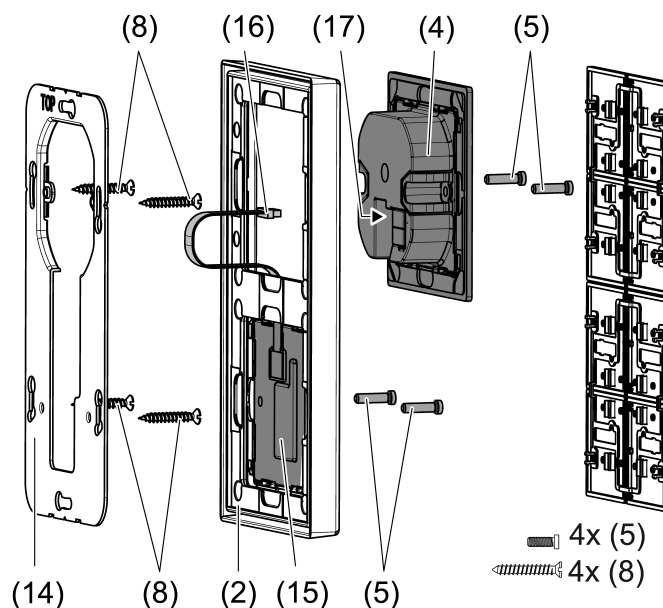

Figure 2: Montage avec module d'extension pour touche sensorielle
Pour l'utilisation du module d'extension pour touche sensorielle (voir figure 2) : montage vertical recommandé. Utiliser une grande bague support (14). Lors du montage, n'utiliser les vis inférieures sur le panneau qu'avec un boîtier d'appareillage, par ex. avec un perçage de 6 x10 mm de diamètre, utiliser la bague support comme gabarit.
- Monter la bague support (1) ou (14) dans la bonne position sur un boîtier d'appareillage. Marquage **TOP** = vers le haut. Marquage A ou B vers l'avant. Utiliser des vis pour boîtes (8) (voir accessoires).
- Placer le cadre (2) sur la bague support.
- Monter le module d'extension pour touche sensorielle (15) de préférence sous le module de base. Faire passer le câble de raccordement (16) entre la bague support et l'entretoise.
- Module d'extension pour touche sensorielle : raccorder le câble de raccordement (16) dans la bonne position sur l'emplacement (17) du module touche sensorielle. Ne pas écraser le câble de raccordement (voir figure 2).
- Raccorder le module touche sensorielle (4) à la borne de raccordement KNX (7) du système KNX et le placer sur la bague support.
- Fixer le(s) module(s) capteur(s) tactile(s) en option sur l'anneau de support avec des vis en plastique (5) (voir accessoires) Serrer légèrement les vis en matière plastique.
- Avant le montage des boutons (6), programmer l'adresse physique dans l'appareil.